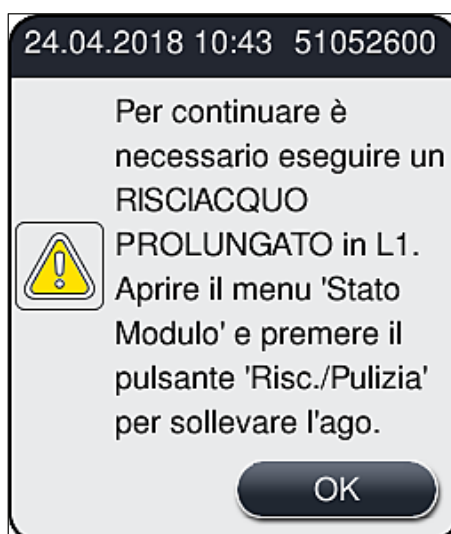

Fig. 99
2. Prendere nota del messaggio informativo successivo (→ Fig. 99) e confermare con il pulsante **OK**.